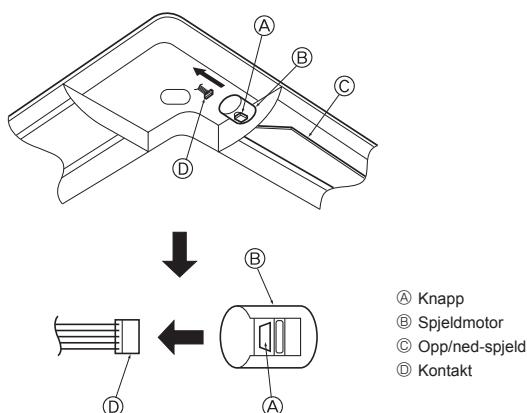

Fig. 5-17
5.4. Låse opp/ned-retning av luftstrømmen (Fig. 5-17)